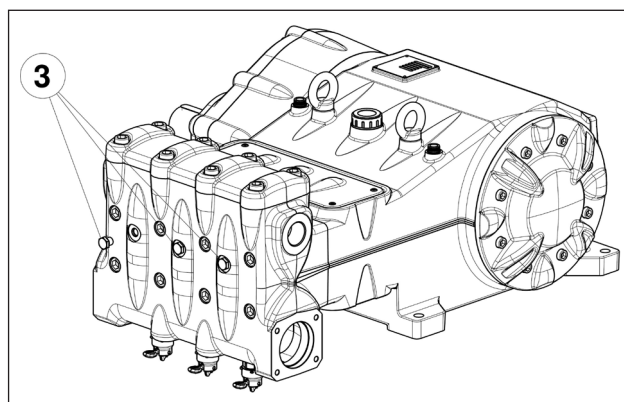

Fig. 11
Se ocorrerem problemas de iniciação devido a uma alimentação insuficiente é possível intervir, removendo as três tampas da parte da frente do cabeçote (excluída a versão MK40), conforme mostrado na pos. ③ Fig. 11.